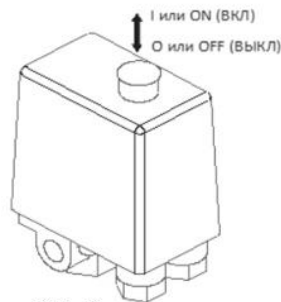

Рис. 6
1. Проверьте, чтобы выключатель на реле давления находился в выключенном положении «О» / «OFF» (Рис.6).
необходимо переключить выключатель в положение «I» или «ON» (Рис.6).
**1.** Выключите компрессор выключателем на реле давления. Для этого необходимо переключить выключатель в положение «О» или «OFF» (Рис. 6). После этого остановится электродвигатель и произойдет сброс давления из нагнетательного воздухопровода и поршневого блока.